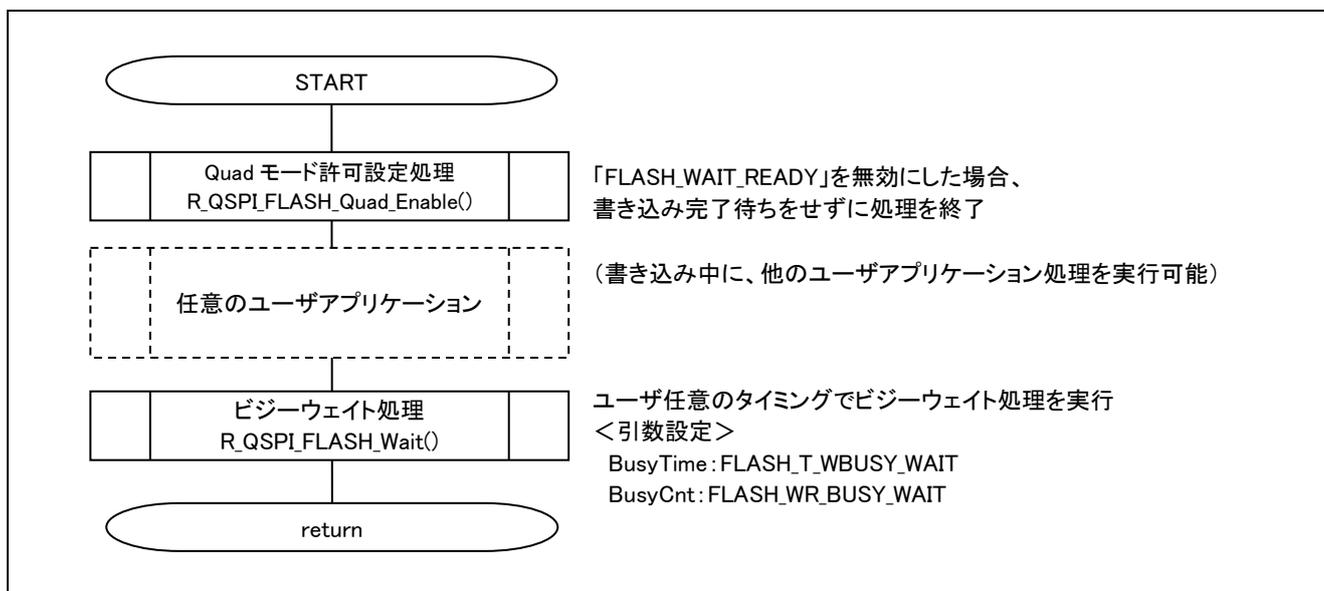

図 5-17 R_QSPI_FLASH_Wait()を使用したQuadモード許可設定完了待ち方法
説 明	<ul style="list-style-type: none"> ・ステータスレジスタの Quad Enable (QE) bit を 1 に設定し、Quad モードにします。 ・Quad モードで動作させる場合、事前に本関数をコールしてください。 ・処理終了後、ステータスレジスタを読み出して、QE bit を確認してください。 ・Quad Enable (QE) bit は、Non-volatile bit です。一度 Quad モードに設定した後、Quad モードを禁止にする場合、Quad モード禁止設定処理を実行してください。 ・書き込み完了待ちの方法は二種類あります。以降にその方法を示します。なお、次の処理（書き込み／読み出し／消去等）は、書き込み完了を確認した後、実行してください。 <p>＜本ユーザ API で完了待ちを行う場合＞</p> <p>r_qspi_flash_mx25l.h の「FLASH_WAIT_READY」を有効にしてください。</p> <p>＜本ユーザ API で完了待ちを行わない場合＞</p> <p>r_qspi_flash_mx25l.h の「FLASH_WAIT_READY」を無効にし、本ユーザ API の処理が完了した後、R_QSPI_FLASH_Wait()をコールしてください。この処理方法では、ユーザの任意のタイミングで書き込み完了待ちを確認することができます。使用方法は図 5-17 を参照してください。</p>